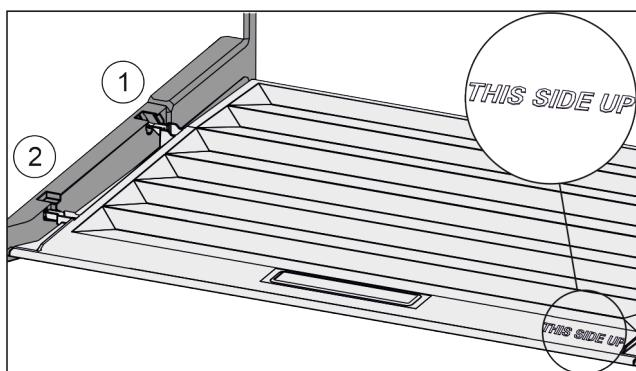

Fig. 86
- Пъхнете шийките на капака през отвора в задния държач Fig. 86 (1) и фиксирайте отпред в държача Fig. 86 (2).